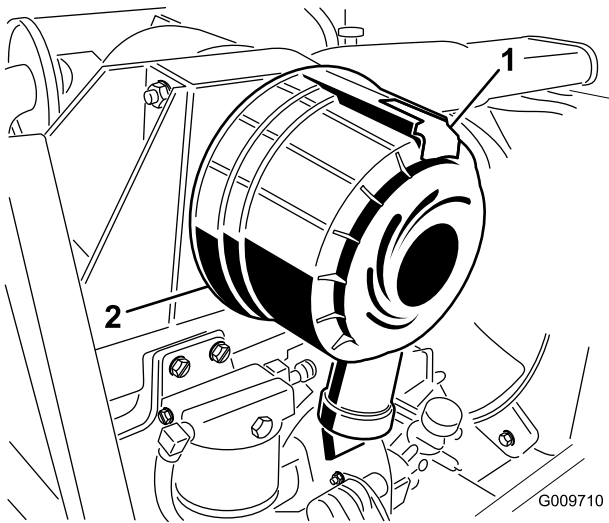

Bild 82
2. Ziehen Sie den Riegel nach außen und drehen Sie die Luftfilterabdeckung nach links (Bild 82).